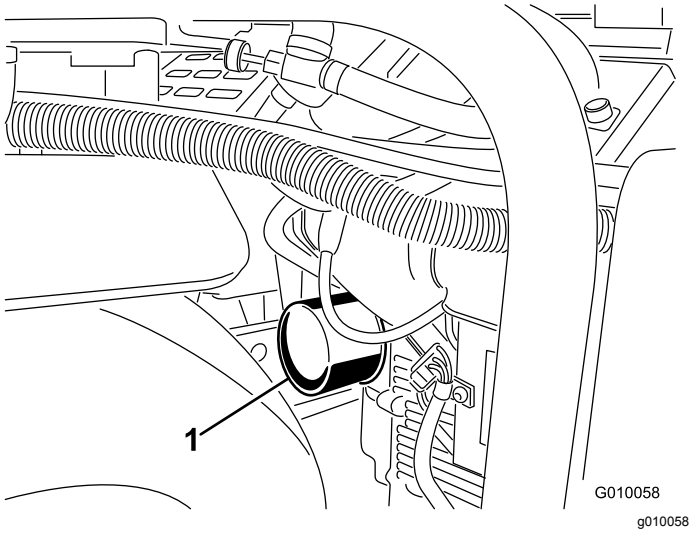
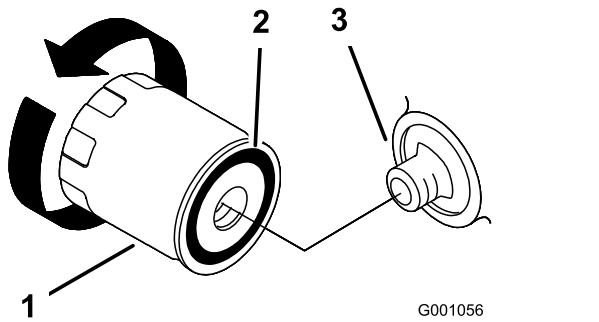

Bild 46
Bild 47
5. Stellen Sie eine flache Auffangwanne oder legen Sie einen Lappen unter den Filter, um auslaufendes Öl aufzufangen (Bild 46).
6. Entfernen Sie den Altfilter (Bild 46 und Bild 47) und wischen Sie die Dichtfläche am Anbaustutzen ab.